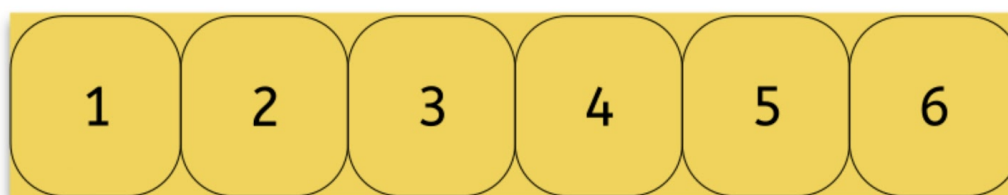

Рис.5. Разделение ворот на 6 участков.
4. Первоначально противоположные ворота полностью открыты (см. Рис. 5). После каждого забитого гола член команды бросает кубик, и часть ворот, соответствующая числу на кубике, будет закрыта чёрным ящиком. Если эта часть цели уже пройдена, кубик снова будет брошен (см. Рис. 6).